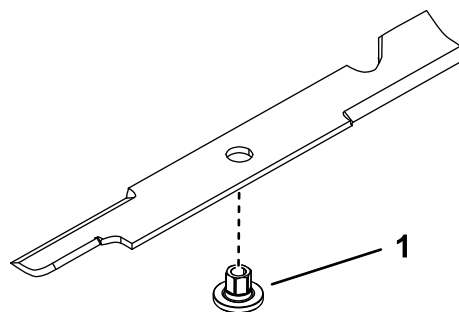

Figura 77
- Instale el casquillo a través de la cuchilla con la brida del casquillo en el lado inferior (lado del césped) de la cuchilla (Figura 77).